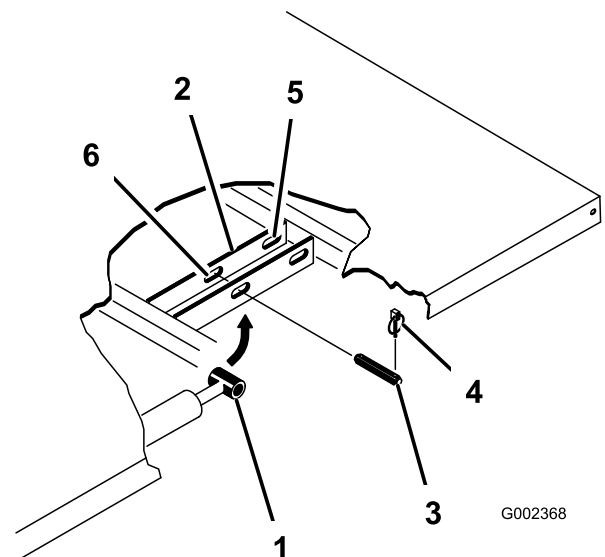

Figura 3
4. Retire las chavetas de los extremos exteriores de los pasadores de las varillas de los cilindros (Figura 3).
empujando los pasadores hacia el centro de la máquina (Figura 3).